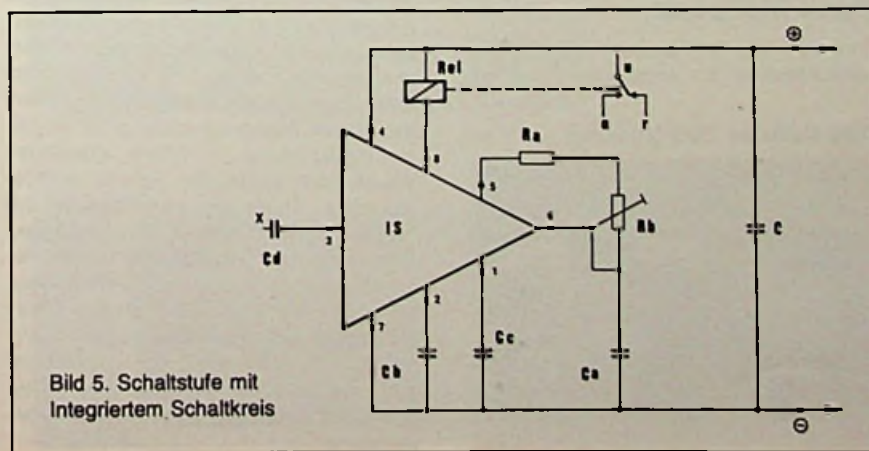

Bild 5. Schaltstufe mit Integriertem Schaltkreis
- Stückliste für die Schaltung nach Bild 5**
Die Schaltstufe in Bild 5 arbeitet nach einem völlig anderen Konzept. Tonkreise als Selektionsmittel entfallen. Eine Integrierte Schaltung LM 567 CM oder XR 567 CN, die in die Kategorie der Phased-Locked-Loop-Bausteine gehört, ermöglicht es, einen freilaufenden Oszillator durch einen anderen zu synchronisieren. Der freilaufende Oszillator wird in unserer Schaltung durch einen Teil der internen Schaltung des integrierten Schaltkreises gebildet. Frequenzbestimmend sind die Bauteile Ca/Ra/Rb. Durch Verstellen von Rb kann die Frequenz in bestimmten Grenzen verändert werden. Gelangt das gesendete Tonsignal an den freilaufenden Oszillator, so kann dieser in einem gewissen Bereich mitgezogen werden. Im synchronisierten Fall hängt der Ziehbereich von der Eingangsamplitude ab. Der Fangbereich wird bei Synchronisation als